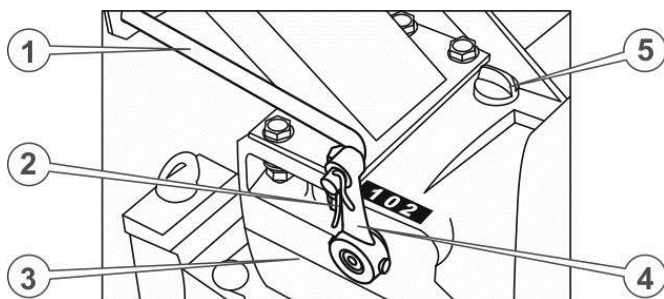

Рис. 8. – Редуктор та важіль КПП
29. Встановити важіль перемикачів передач, протягнувши його через вушко на кермі та вставивши кінцевим загином в отвір у коромислі на коробці перемикачів передач (див. Рис. 8.), зафіксувати важіль шплінтом.